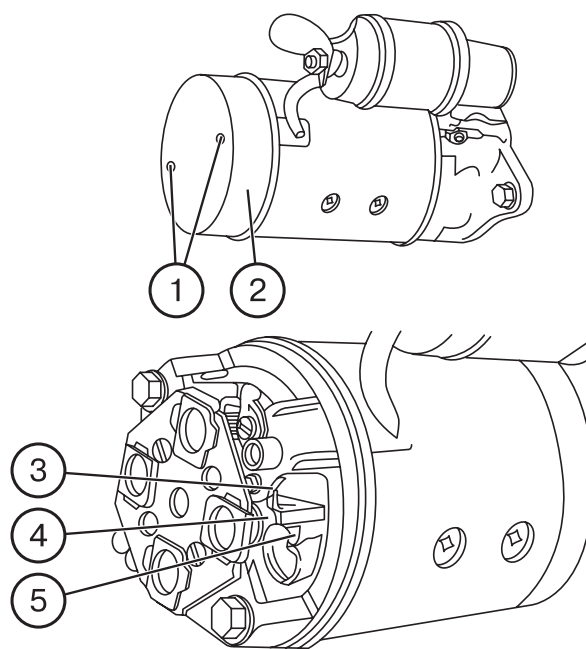

Рис. 67.
**СТАРТЕР.** В процессе эксплуатации трактора следите за чистотой стартера, периодически проверяйте надежность его крепления, состояние клемм, не допускайте их загрязнений и ослабления крепления. Так же периодически проверяйте щеточный узел стартера, для чего отверните винты 1 (рис. 67) и снимите защитный кожух 2 стартера, проверьте состояние коллектора, щеточной арматуры, легкость передвижения щеток в щеткодержателях 3 и давление пружин 4 на щетки 5 стартера. Рабочая поверхность коллектора должна быть чистой.